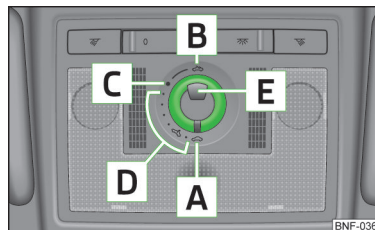

Fig. 34
➤ Rotiți comutatorul n poziția **C** » fig. 34.
➤ Rotiți comutatorul ntr-o poziție n zona **D** » fig. 34.
➤ Rotiți comutatorul n poziția **B** » fig. 34 și mențineți-l n această poziție (poziția asistată de arc).
➤ Rotiți comutatorul n poziția **A** » fig. 34.
- > Cuplați comutatorul n poziția **A** » fig. 34 la pagina 47.